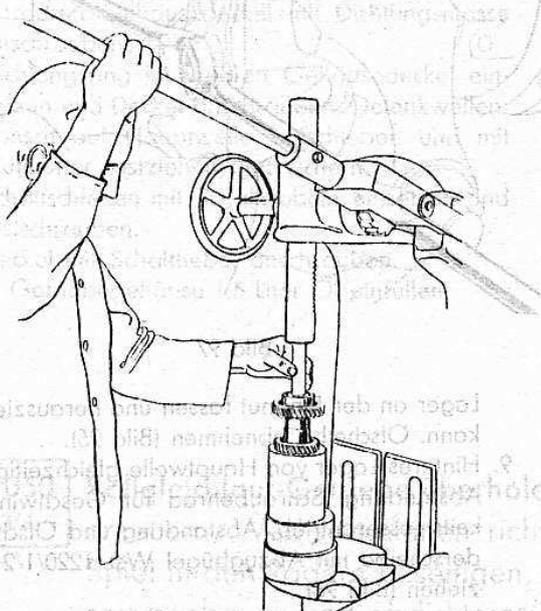

Bild 99
15. Schraubenrad für 3. und 4. Gang mit Kugellager mit Dornpresse abpressen (Bild 99).